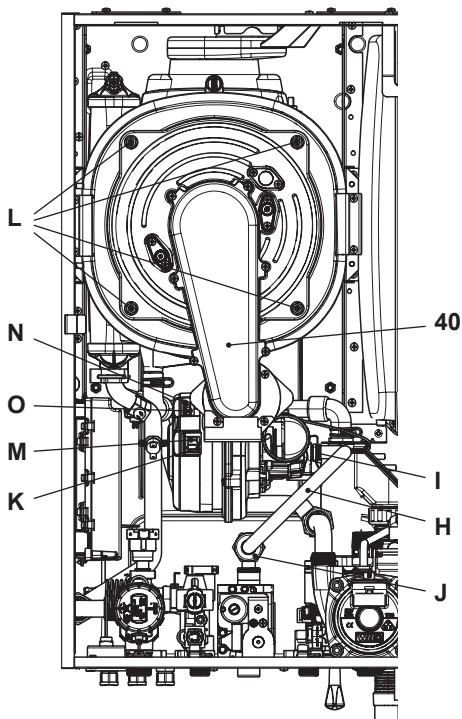

Figura 9.12
Rimozione del gruppo bruciatore ventilatore 40 in Figura 9.12.
- Inserire un cacciavite piano nella rientranza K del connettore M e fare leva verso il basso, contemporaneamente scollegare il connettore M tirandolo frontalmente (Figura 9.12).
- Scollegare il connettore del ventilatore N premendo il gancio in plastica O posizionato nella parte sottostante del connettore (Figura 9.12).
- Svitare i dadi L e rimuovere il gruppo bruciatore ventilatore 40 (Figura 9.12)